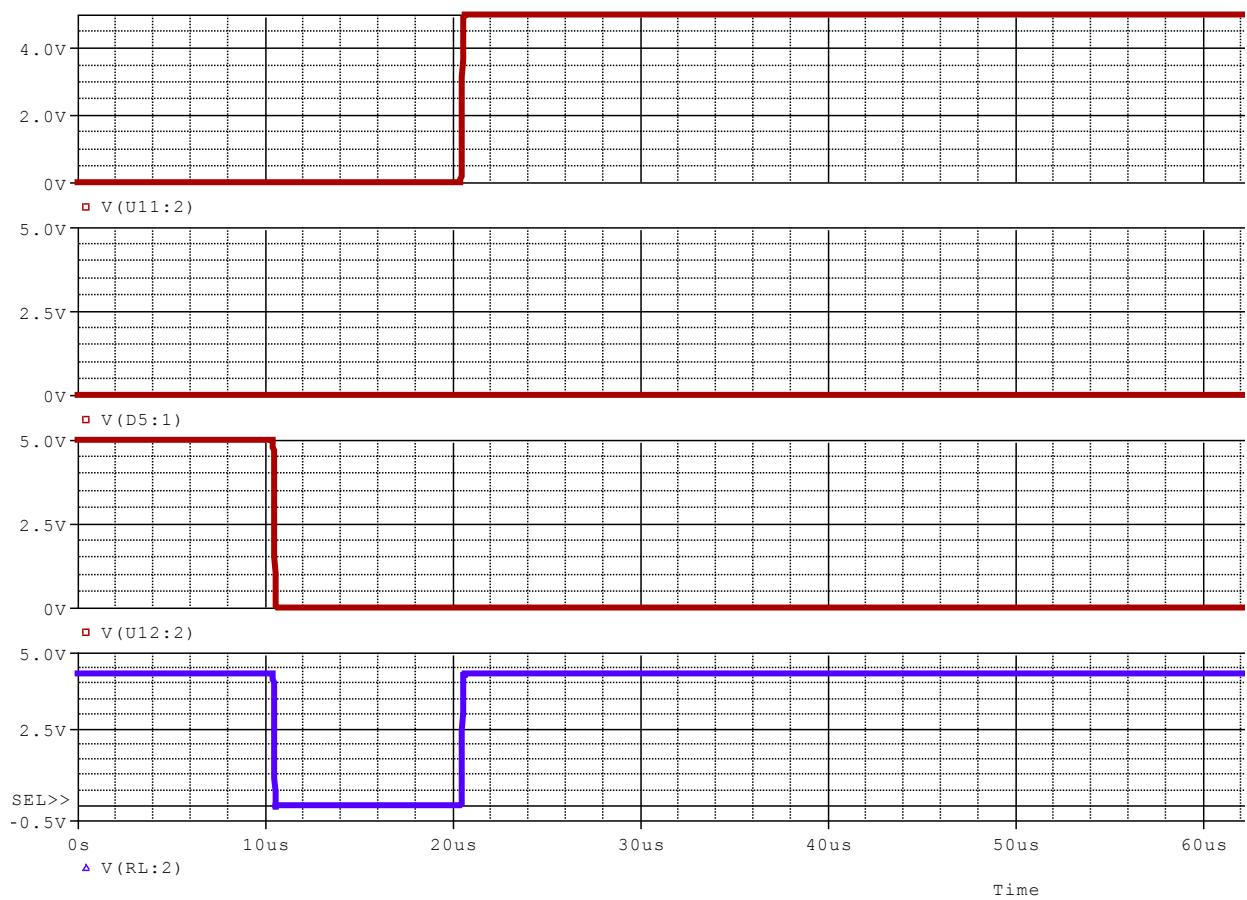

Figura 1.50 – Formas de onda da porta OR de 3 entradas.
- b) A Figura 1.50 mostra as formas de onda de entrada e de saída. Justifique o resultado obtido.